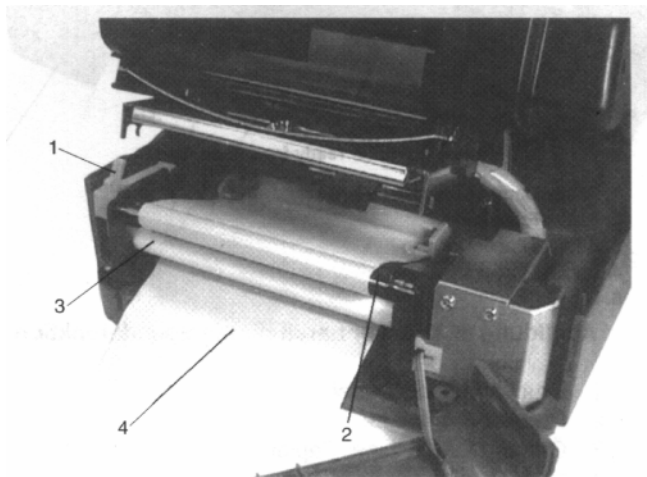

Abbildung 7 / Den LabelMax für die Spendefunktion einrichten
- (1) Entfernen Sie die Frontplatte
- (2) Fügen Sie die Perforation der Labelrolle zwischen die Gummiwalze und die weiße Spenderrolle wie in Abb. 7 gezeigt.